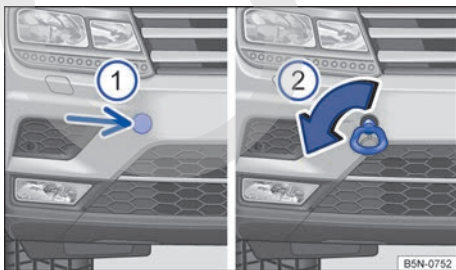

Fig. 236 En el lado derecho del paragolpes delantero: argolla de remolque.
El alojamiento de la argolla de remolque enroscable se encuentra en el lado derecho del paragolpes delantero detrás de una tapa → fig. 236.
- Presione en el lateral de la tapa → fig. 236 ① (flecha) para desencastrar esta.
- Enrosque la argolla de remolque → fig. 236 ② en el alojamiento girándola al máximo en el sentido de la flecha → ①. Utilice un objeto adecuado con el que pueda enroscar completa y firmemente la argolla de remolque en su alojamiento.